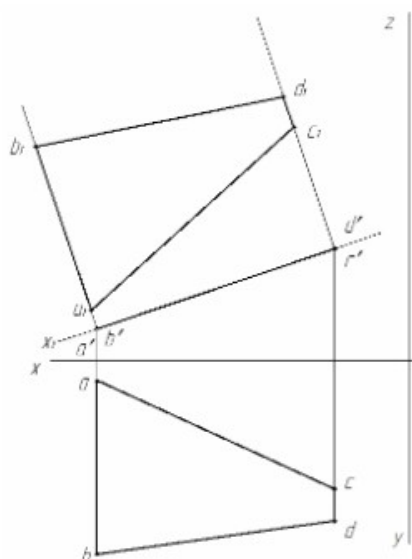

Рисунок 26 – Пример выполнения задания 2
- 2.Построитькомплексный чертежплоской фигуры на горизонтальной и фронтальной плоскости проекций (пример решения задачи см. рис.26);